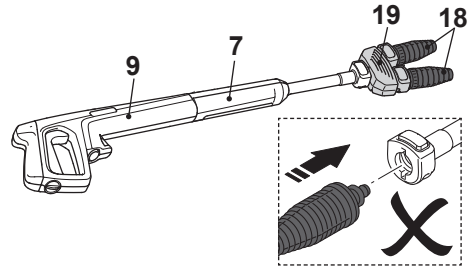

Fig. 7
1. Atașați lancea de extindere (7) în pistolul de pulverizare (9) (Fig.7).
2. Atașați adaptorul duzei rotative (19) în lancea de extindere.
3. Atașați ambele duze rotative (18) în adaptorul duzei rotative.